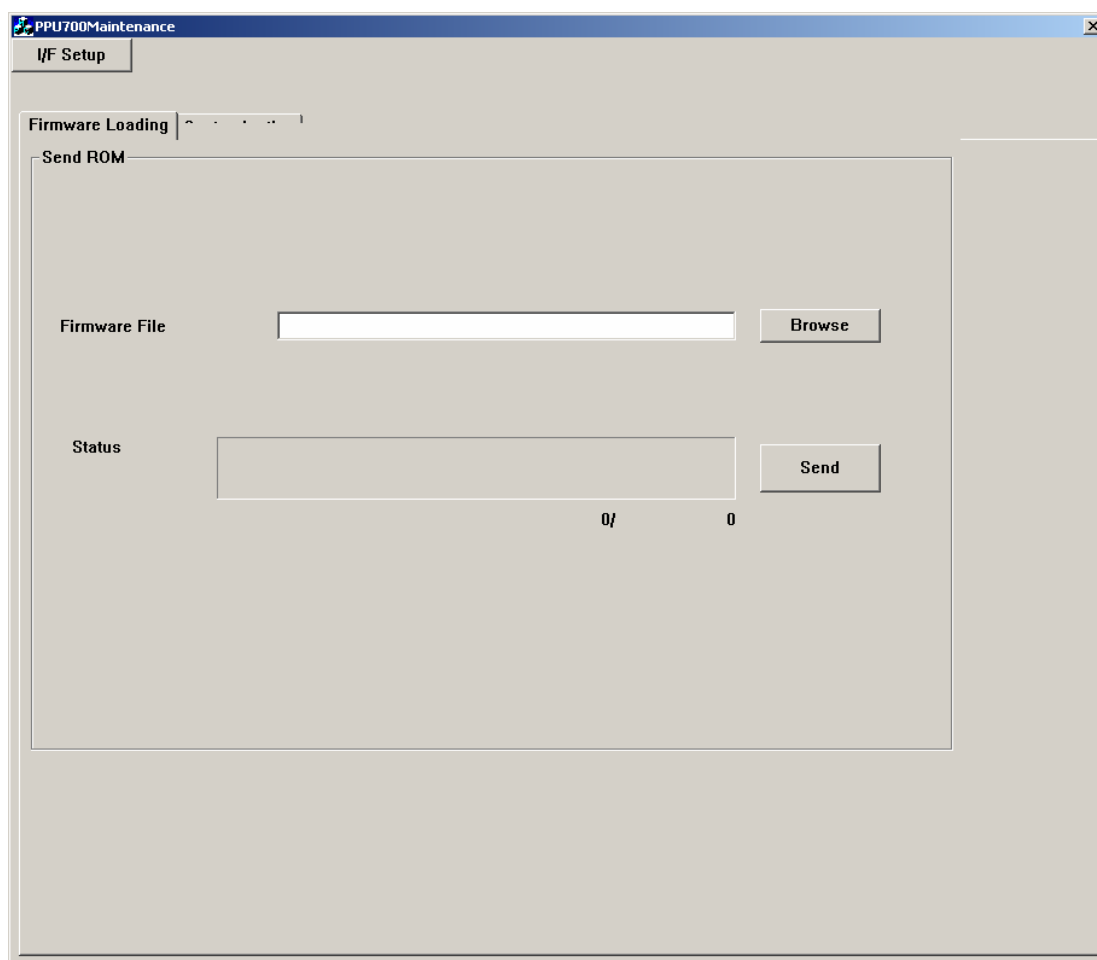
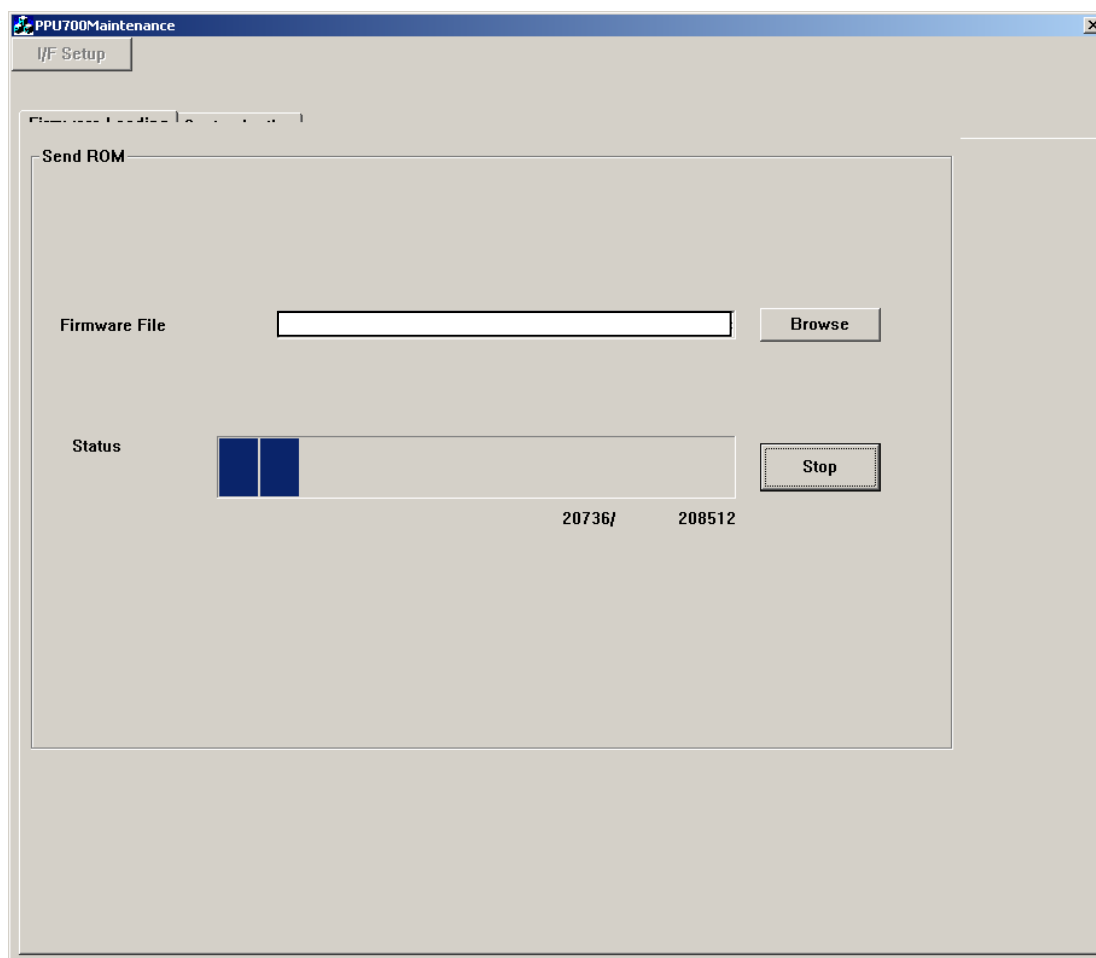

Рисунок 7 – Окно утилиты.
Рисунок 10 – Диалог утилиты.
2.11. Нажмите кнопку «**Next**», отобразится следующее окно (см. рис. 7).
2.16. В диалоговом окне (см. рис. 7) нажмите кнопку «Send». При этом поле «Status» начнет заполняться (см. рис. 10) и будет мигать индикатор включения на принтере.